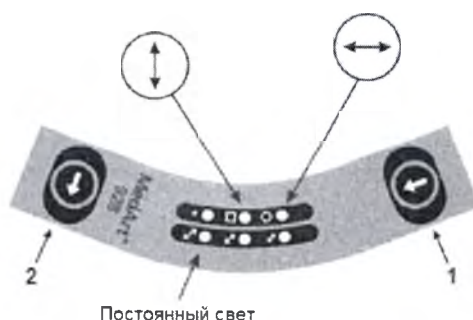

Рисунок 11: Корректировка смещения модуля MedArt 928
- Чтобы выбрать корректировку от или в направлении пользователя, должен работать светодиод минимального наложения и светодиод средней зоны (смотрите рисунок 11).
- Чтобы выбрать корректировку справа налево, должен работать светодиод минимального наложения и светодиод минимальной площади (смотрите рисунок 11).